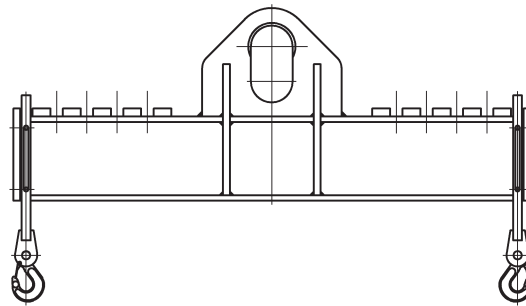

Fig. 4
• **El balancín estándar de rango regulable** (Fig. 4) puede ser adaptado a la longitud de la carga en sentido longitudinal. Por lo tanto también es adecuado para transportar cargas pueden ser amarradas de tal forma que su centro de gravedad no esté directamente bajo la anilla de suspensión en dirección perpendicular. La inclinación resultante del balancín (Fig. 2) puede ser compensada dentro del rango regulable.